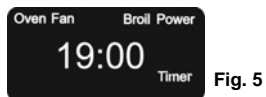

Fig. 5
- Appuyez sur le bouton Minuterie /Température pour régler la durée. Appuyez sur le bouton Augmentation /Diminution. Chaque fois que vous appuyez sur ce bouton, la durée est modifiée d'une minute. Sélectionner un préchauffage de 15 minutes. Si vous maintenez la pression sur les boutons Augmentation/Diminution, les intervalles changent rapidement. Appuyez sur le bouton de démarrage. (Fig. 5)